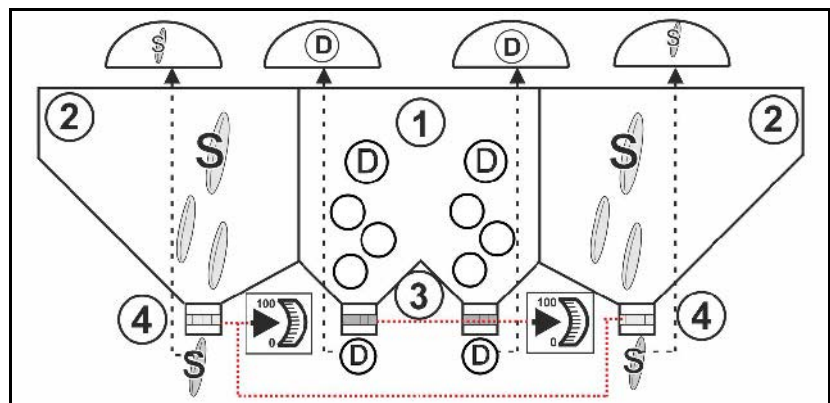

Fig. 27
- Für die Aussaat die äußeren Behälterteile (Fig. 27/2) mit den zwei äußeren Dosierern (Fig. 27/4) und Verteilern nutzen.
- Für die Ausbringung von Dünger den kleineren Mittelteil (Fig. 27/1) des Behälters mit den zwei mittleren Dosierern (Fig. 27/3) und Verteilern nutzen.